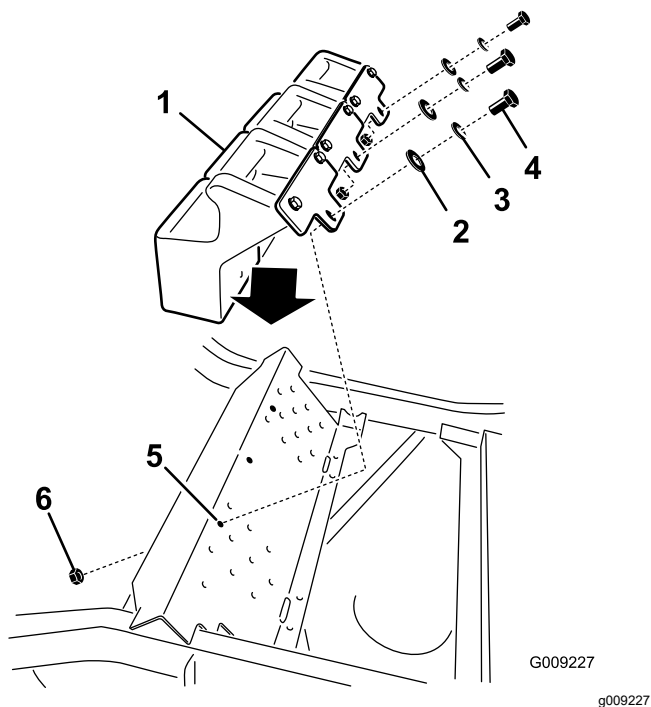

Figura 35
5. Instale los pesos delanteros encima del reposapiés (Figura 35).
6. Sujete los pesos delanteros encima del reposapiés y al soporte de montaje de los pesos con 6 pernos ($\frac{3}{8}$ " x 1"), 6 arandelas de freno ($\frac{3}{8}$ "), 3 tuercas con arandela prensada ($\frac{3}{8}$ ") y 6 arandelas planas ($\frac{3}{8}$ "), según se muestra en Figura 35.